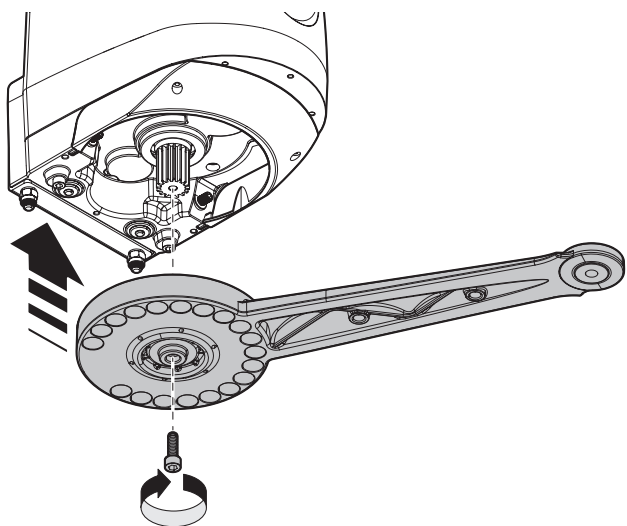

Fig. 8
02. Desbloquear o motorreductor como mostrado na **fig. 8**;